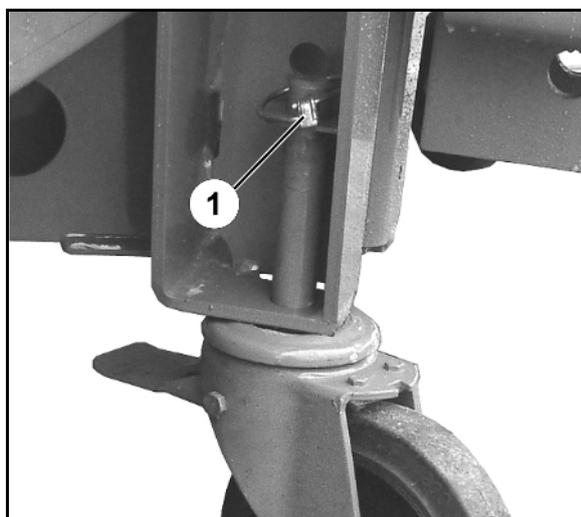

Fig. 38
5. Montez les roulettes avec frein manœuvrables (Fig. 38) à l'avant
- o et bloquez-les avec la goupille (Fig. 38/1),